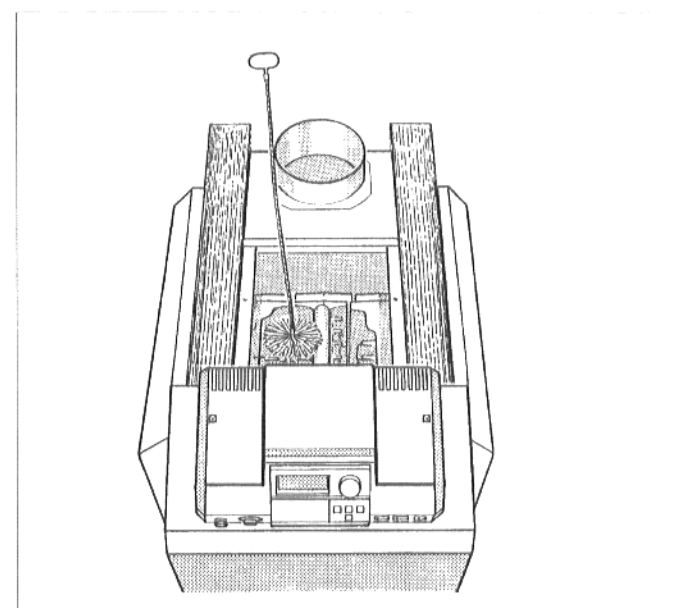

Fig. 44: Pulizia con spazzole
- Spazzolare i tiraggi (Fig. 44).
- In caso di forte incrostazione, spazzolare i tiraggi (Fig. 44).